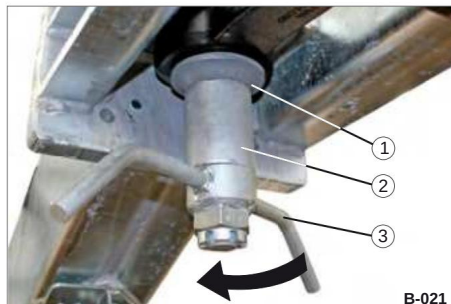

Fig. 20 Fastgør D50-trækøjet i bunden
• Indsæt skivestøtten (fig. 20/1), afstandsstykket (Fig. 20/2) nedefra på fastgørelsesskruen på trækstangen (Abb. 19/3).
• Skru vingemøtrikken (fig. 20/3) på fastgørelsesskruen.